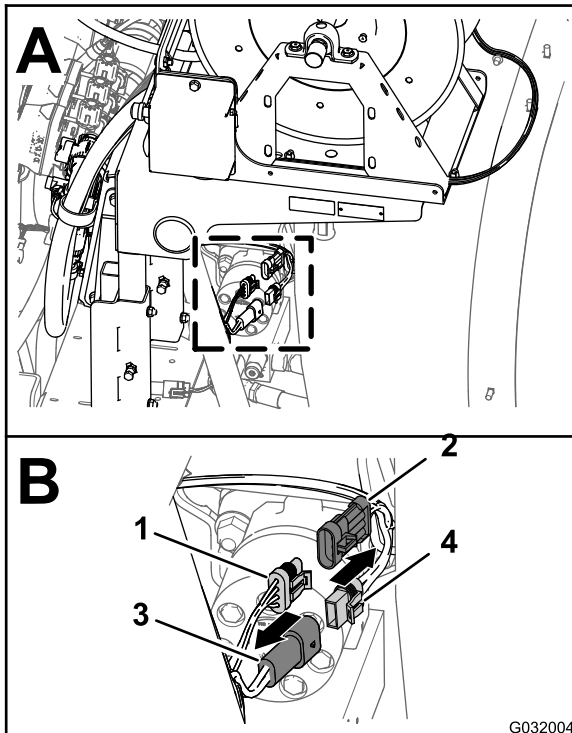

Bild 3
1. Suchen Sie am Heck der Maschine den Kabelbaum für die elektrische Schlauchtrommel an der Rückseite des Sprühbehälters (**Bild 3**).
2. Ziehen Sie den 2-Buchsen-Stecker des Kabelbaums für die elektrische Schlauchtrommel vom 2-Stift-Stecker des hinteren Hauptkabelbaums ab (**Bild 3**).
3-Stift-Stecker des hinteren Hauptkabelbaums ab (**Bild 3**).